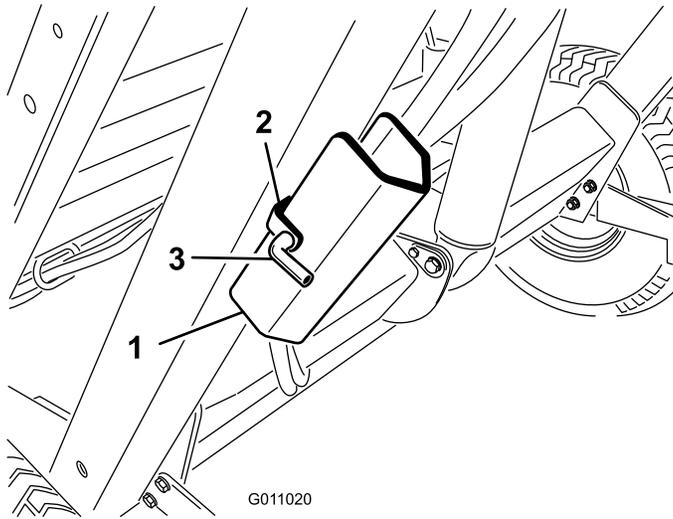

图25
2. 拆下把安全支架固定到清扫车机架的储物支架上的发卡销（图25）。拆下安全支架。